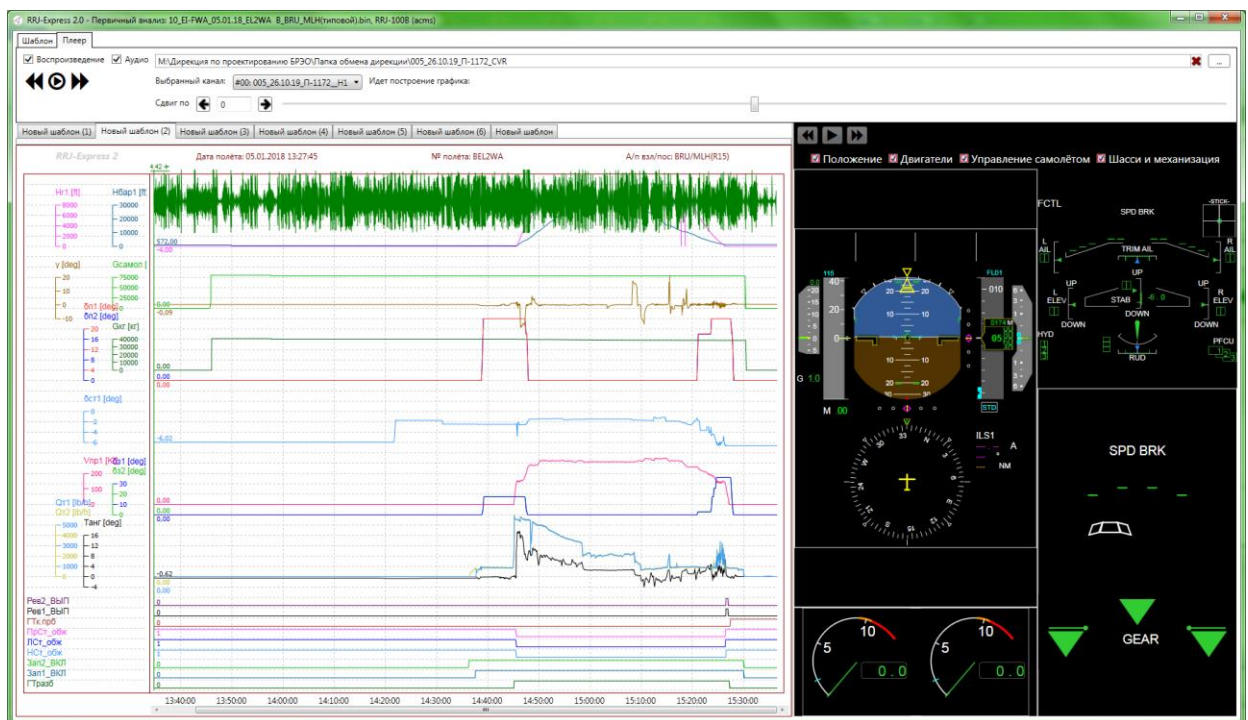

Рисунок 6.40 – Отображение звуковой дорожки в окне «Первичного анализа»
Для выполнения обработки записи с речевого регистратора выберите вкладку **Плеер** Окна «первичного анализа». При этом на панели управления окна первичного анализа появится меню «Плеер», позволяющее управлять настройками записи речевого регистратора (Рисунок 6.40).
После чего откроется сектор с настройками плеера и появится звуковая дорожка (Рисунок 6.40).
1. В настройках плеера (Рисунок 6.40) в поле «Сдвиг по» следует задать шаг смещения записи речевого регистратора в секундах или, используя кнопки  и , изменить точку синхронизации;
2. В настройках плеера (Рисунок 6.40) в поле «Сдвиг по» следует навести курсор на бегунок нажать левую кнопку мыши и удерживая ее, изменить положение записи речевого регистратора, т.е. определить новую точку синхронизации, переместив бегунок влево или вправо соответственно.